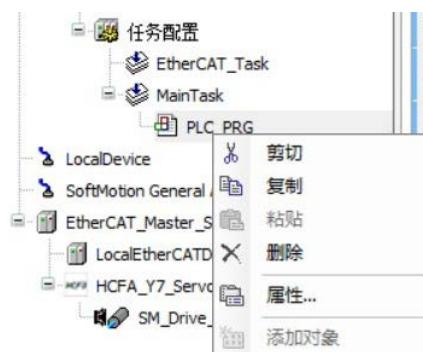

图 13-14 删除 Main Task 的 POU
8. 到菜单栏，右击 MainTask 下的【PLC_PRG】，选择【删除】，如图 13-14 所示。